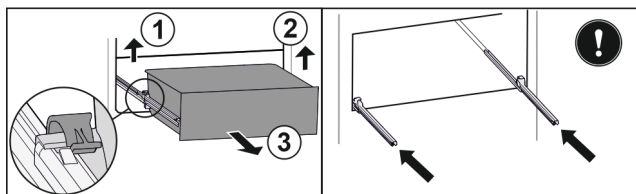

Fig. 92
- ▶ Dvignite levo spojko in hkrati povlecite predal levo naprej. Fig. 92 (1)
- ▶ Dvignite desno spojko in hkrati povlecite predal desno naprej. Fig. 92 (2)
- ▶ Predal vzemite ven v smeri naprej. Fig. 92 (3)